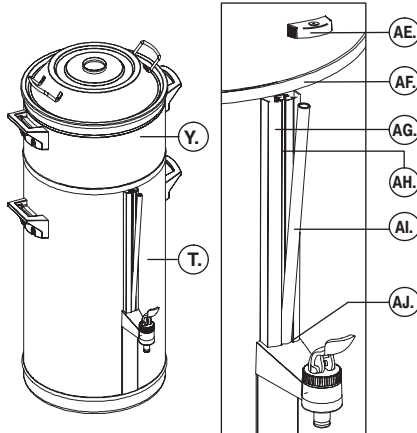

Fig. 10 Placering av synglasets hölje
• Rengör synglasets (fig. 10) :